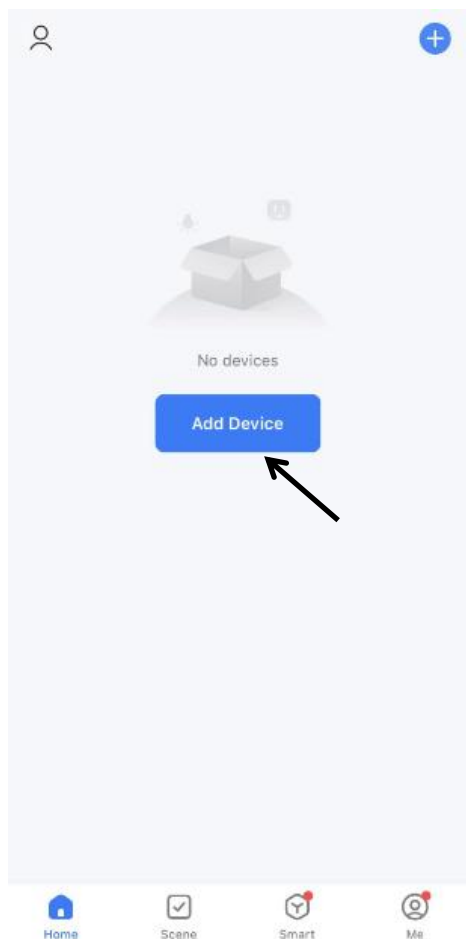

Fig. 1
- 1) Registrarsi o accedere al proprio account sull'app. Premere "+" in alto a destra o il pulsante "Add device" per aggiungere l'apparecchio (Fig. 1).